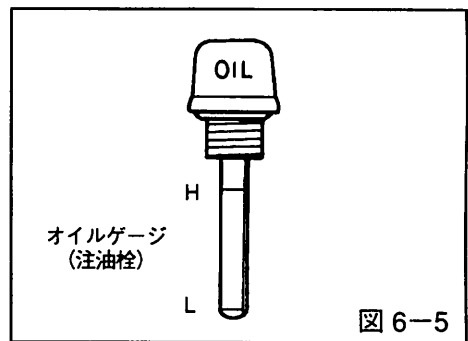

図 6-5
- エンジンオイルの補充は、本機を水平に置いて行い、オイル量はオイルゲージをねじ込まない状態で、ゲージの「H」のラインまで入れてください。(図6-5参照)